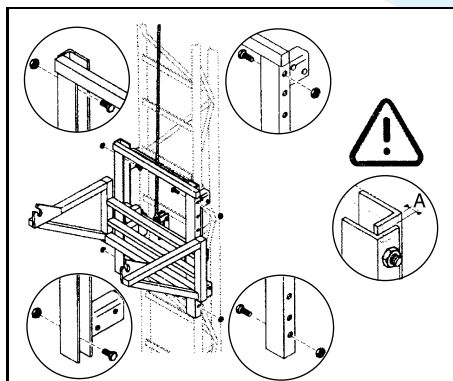

Bild 41 Zwischenplatte befestigen
11. Die vorhandenen vier Befestigungsschrauben M10 in die in Bild 41 dargestellten Bohrungen von innen einstecken. Zum Verschrauben Unterlegscheiben und **neue selbstsichernde Muttern** verwenden.